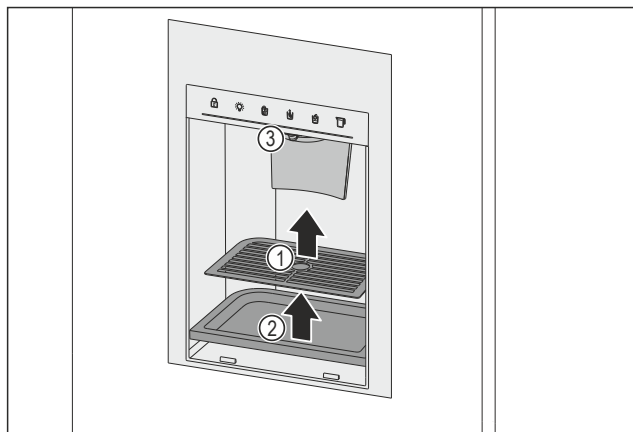

Fig. 159 取出滴水栅和滴水盘
- ▶ 取出滴水栅 Fig. 159 (1)。
- ▶ 取出滴水盘 Fig. 159 (2)。
- ▶ 用干净的软布、温水和少量洗涤剂清洁出口 Fig. 159 (3)及其周围。